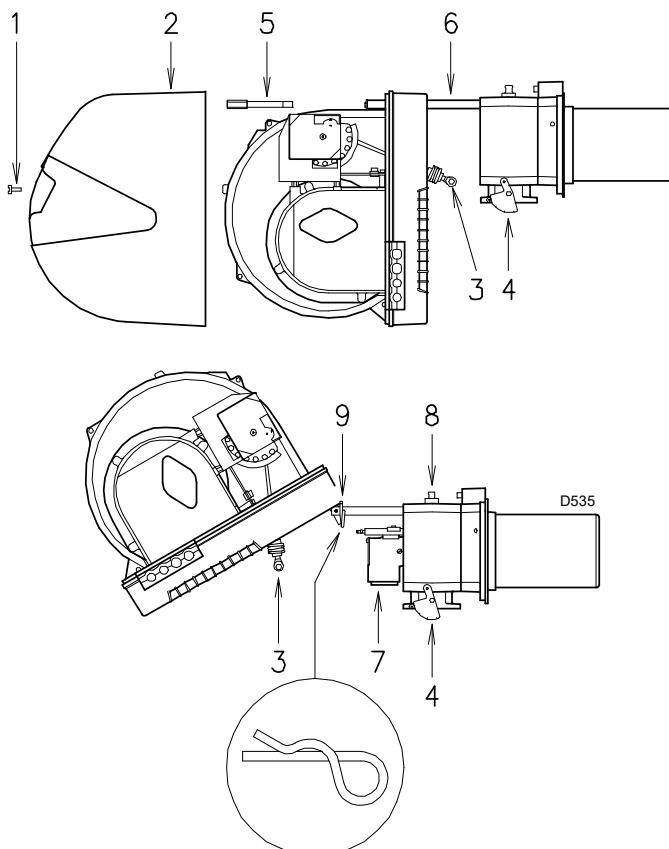

Fig. 31
- Desenroscar os parafusos 1)(Fig. 31) e retirar a cobertura 2).
Neste ponto é possível extrair o distribuidor de gás 7), depois de se ter desenroscado o parafuso 8)(Fig. 31).
- Tirar o passador 9)(Fig. 31) e empurrar o queimador até que esteja a uns 100 mm do suporte do queimador. Voltar a ligar os cabos e deslocar o queimador até ao fim. Voltar a colocar o parafuso 5) e o passador 9) e, com cuidado, puxar os dois cabos da sonda e do eléctrodo para fora, até que fiquem sujeitos a uma ligeira tensão. Voltar a enganchar a rótula 3) no sector graduado 4).